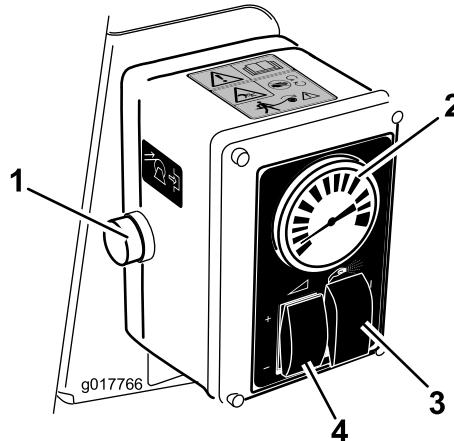

Bild 21
5. Stellen Sie den Spritzauswahlschalter auf die Handspritzstellung (Bild 21).
6. Stellen Sie den Dosierungssteuerschalter und die Gasbedienung ein, um den Druck (der am Druckmanometer angezeigt wird) auf die gewünschte Einstellung zu erhöhen oder zu vermindern (Bild 21).